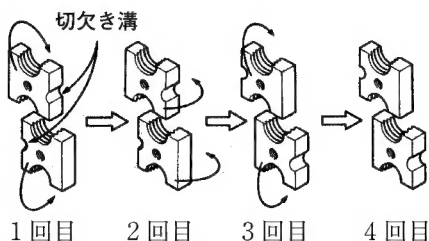

図 20
- ① カッタには、刃部が4カ所ありますので図20のように刃部の位置を替えれば4回ご使用いただけます。